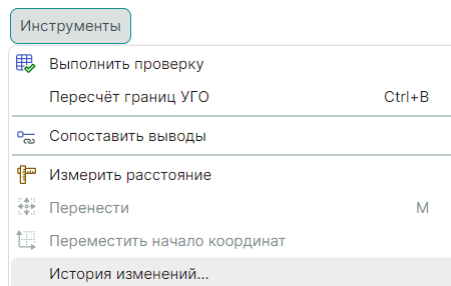

Рис. 315 Переход к истории изменения компонента из главного меню
- в главном меню программы при активном окне редактора компонента, выберите пункт «Инструменты» → «История изменений...», см. Рис. 315.